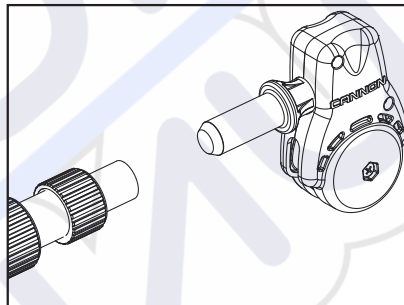

Figure 4
1. Localisez l'assemblage de l'extrémité du bras et insérez le poteau de l'extrémité du bras dans l'extrémité du petit tube de l'assemblage du bras. (Figure 4)